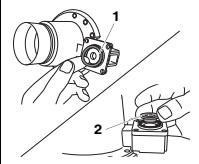

Bild 11 / Fig. 11
- O-Ring (Bild 11, Pos. 1) herausnehmen.
- Gasdüse (Bild 11, Pos. 2) herausnehmen.